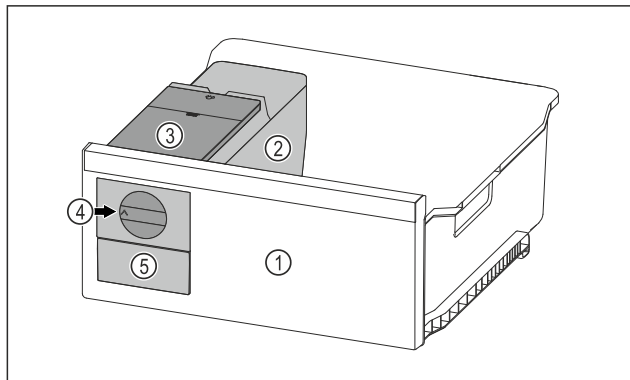

Fig. 137 Примерное изображение
- ▶ Поверните поворотную кнопку Fig. 137 (4) по часовой стрелке до упора.
- ▶ Кубики льда упадут из ванночки для кубиков льда в выдвижной ящик для кубиков льда Fig. 137 (5).